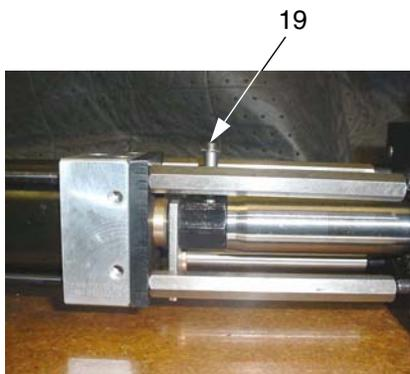

FIG. 7
12. Coloque el eje de la bomba B en la horquilla del cilindro hidráulico (1). Alinee los orificios y utilice el extractor de pasadores de horquilla (15) para insertar el pasador de horquilla (19) en la horquilla. Vea FIG. 7.